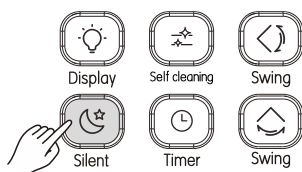

Fig. 3.14
- 1) Se l'unità è in modalità di raffreddamento o riscaldamento, premendo  (vedere Fig. 3.14) si attiva il funzionamento silenzioso. Il display visualizza il simbolo .